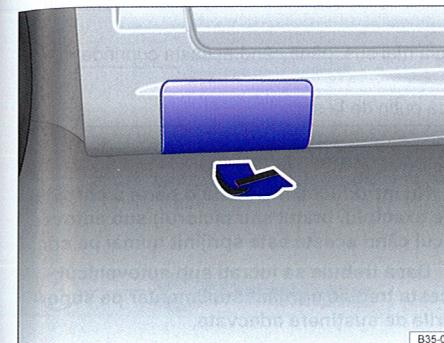

Fig. 232 Rabatați în afară capacul.
Cricul poate fi montat numai în locurile de fixare indicate, și numai cu capacul rabbatat ⇒ fig. 232. Luați în considerare punctul de fixare cel mai apropiat de roata respectivă ⇒ ▲.
6. Căutați punctul de ridicare pe cric a autovehiculului ⇒ fig. 232 aflat dedesubtul autovehiculului, cel mai apropiat de roata care trebuie înlocuită.